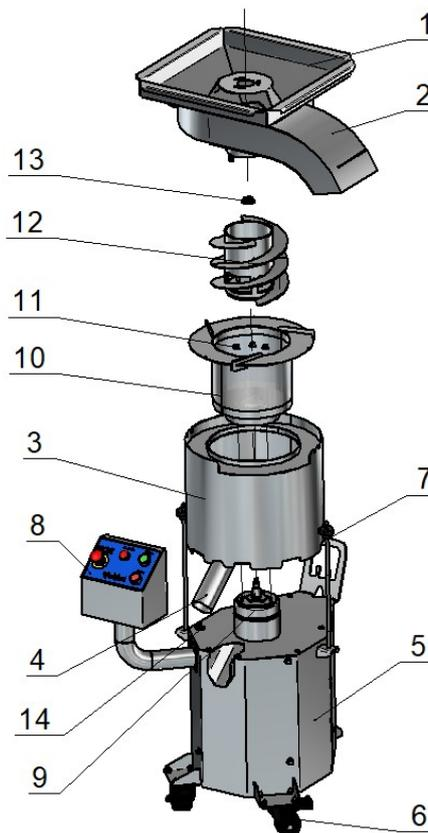
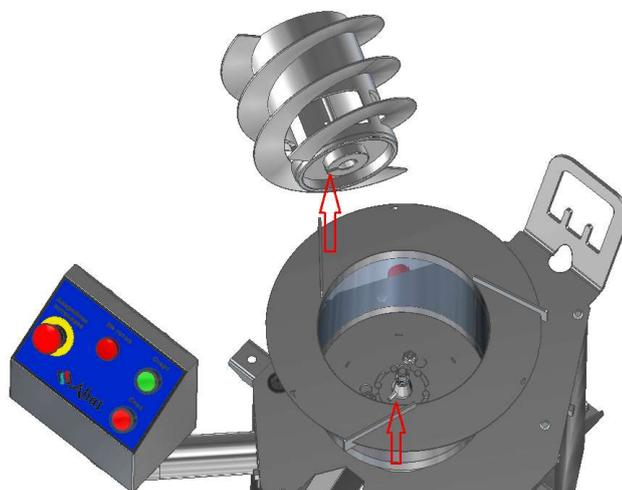

Рис. 2
Рис. 4
После установки в центрифугу сита необходимо закрепить его при помощи гаек (11)(см. рис. 2).
При установке шнека (см. рис. 4) необходимо контролировать совмещение паза на его фланце и пальца на валу привода центрифуги. При этом конусная поверхность отверстия на фланце шнека должна плотно охватить конус на валу привода. Закрепить шнек необходимо при помощи гайки (13) (см. рис.2).
7.1.4. Произведите сборку центрифуги как показано на рис.2 в соответствии с описанием п.4.